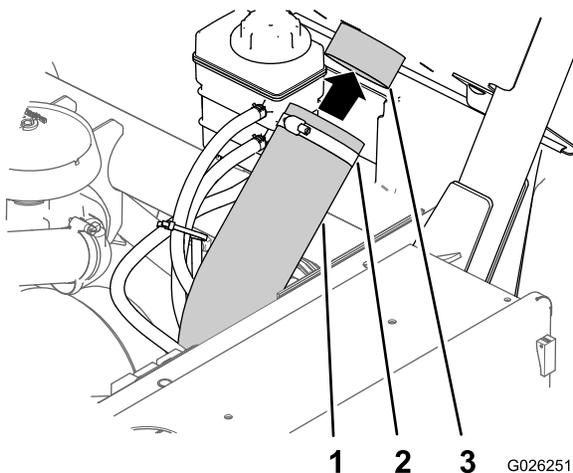

Figura 7
3. Allineate il tubo flessibile d'ingresso CVT al connettore del tubo d'ingresso sul retro del pannello del sistema ROPS e serrate la fascetta stringitubo (Figura 7).